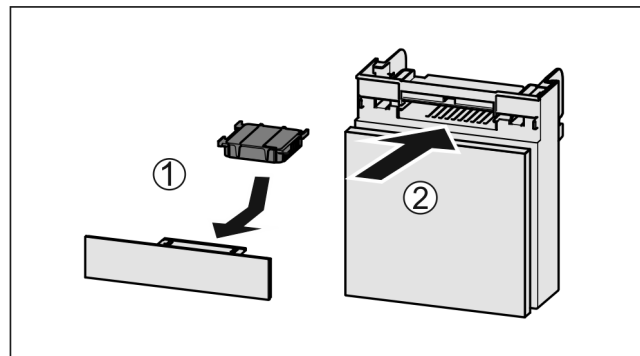

Fig. 28
- ▶ Поставете Fig. 28 (1) филтърта с активен въглен, както е показано на фигурата.
- ▶ Вкарайте Fig. 28 (2) отделението.